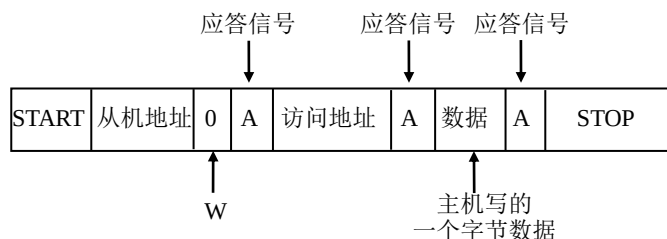

Figure 13-7 主机向从机写数据
如 Figure13-7 所示，主机要向从机写 1 个字节数据时，主机首先产生 START 信号，然后紧跟着发送一个从机地址，这个地址共有 7 位，紧接着的第 8 位是数据方向位 (R/W)，0 表示主机发送数据 (写)，1 表示主机接收数据 (读)，这时候主机等待从机的应答信号 (A)，当主机收到应答信号时，发送要访问的地址，继续等待从机的应答信号，当主机收到应答信号时，发送 1 个字节的数据，继续等待从机的应答信号，当主机收到应答信号时，产生停止信号，结束传送过程。